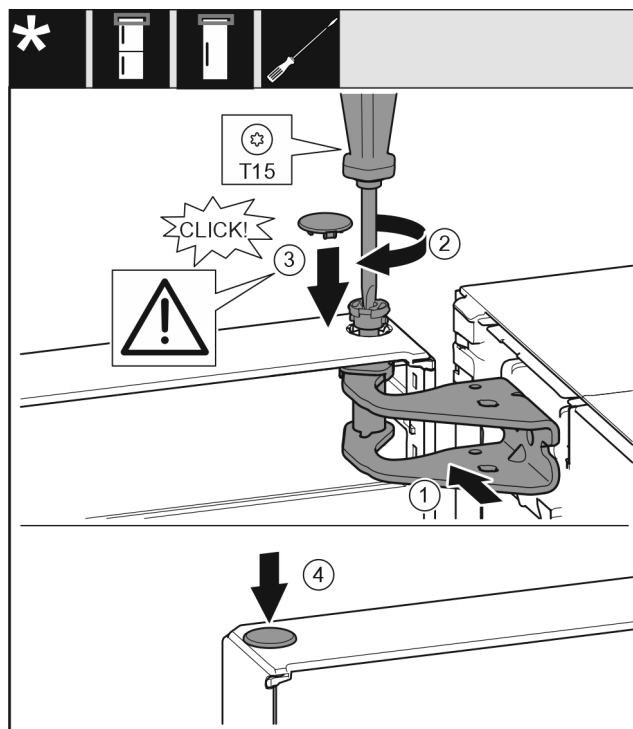

Fig. 21
- Vrata zgoraj poravnajte z odprtino v ležajnem podstavku Fig. 21 (1).
- Vstavite sornik Fig. 21 (2) in ga zategnite z izvijačem.
- Vstavite pokrov Fig. 21 (3).
- Preverite, ali pokrov Fig. 21 (3) pravilno leži na vratih.
- Vstavite pokrov Fig. 21 (4).